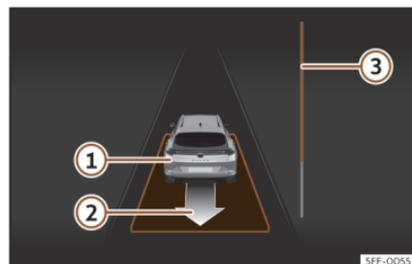

Fig. 194 En la pantalla del cuadro de instrumentos: desaparcar de un hueco en línea.
- Retroceda hasta que suene la señal continua del ParkPilot; **O BIEN:** dé marcha atrás hasta que en la pantalla del cuadro de instrumentos aparezca la indicación de dar marcha adelante. La barra de progreso  **fig. 194**  indica la distancia que hay que recorrer  pág. 298.